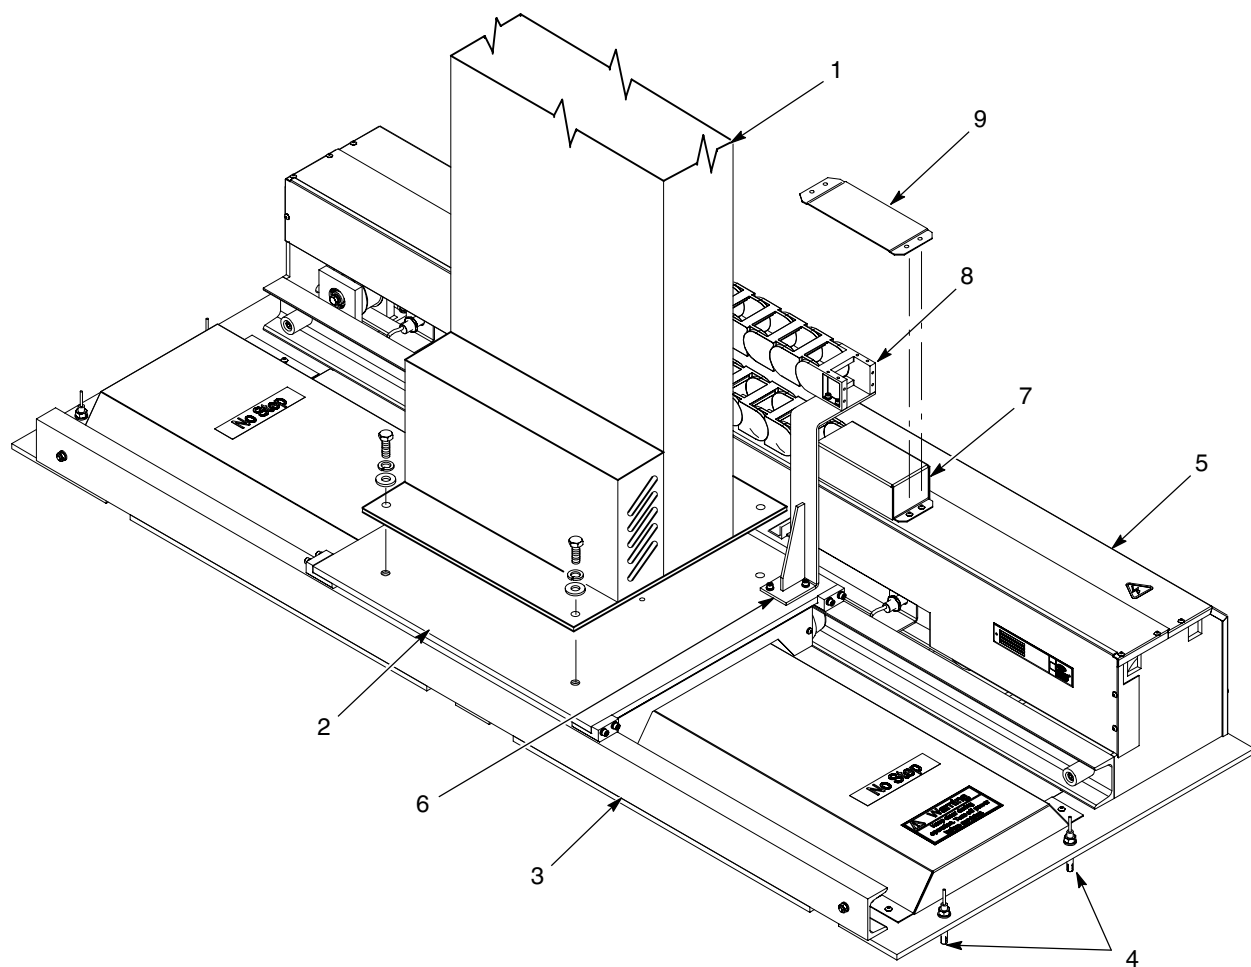
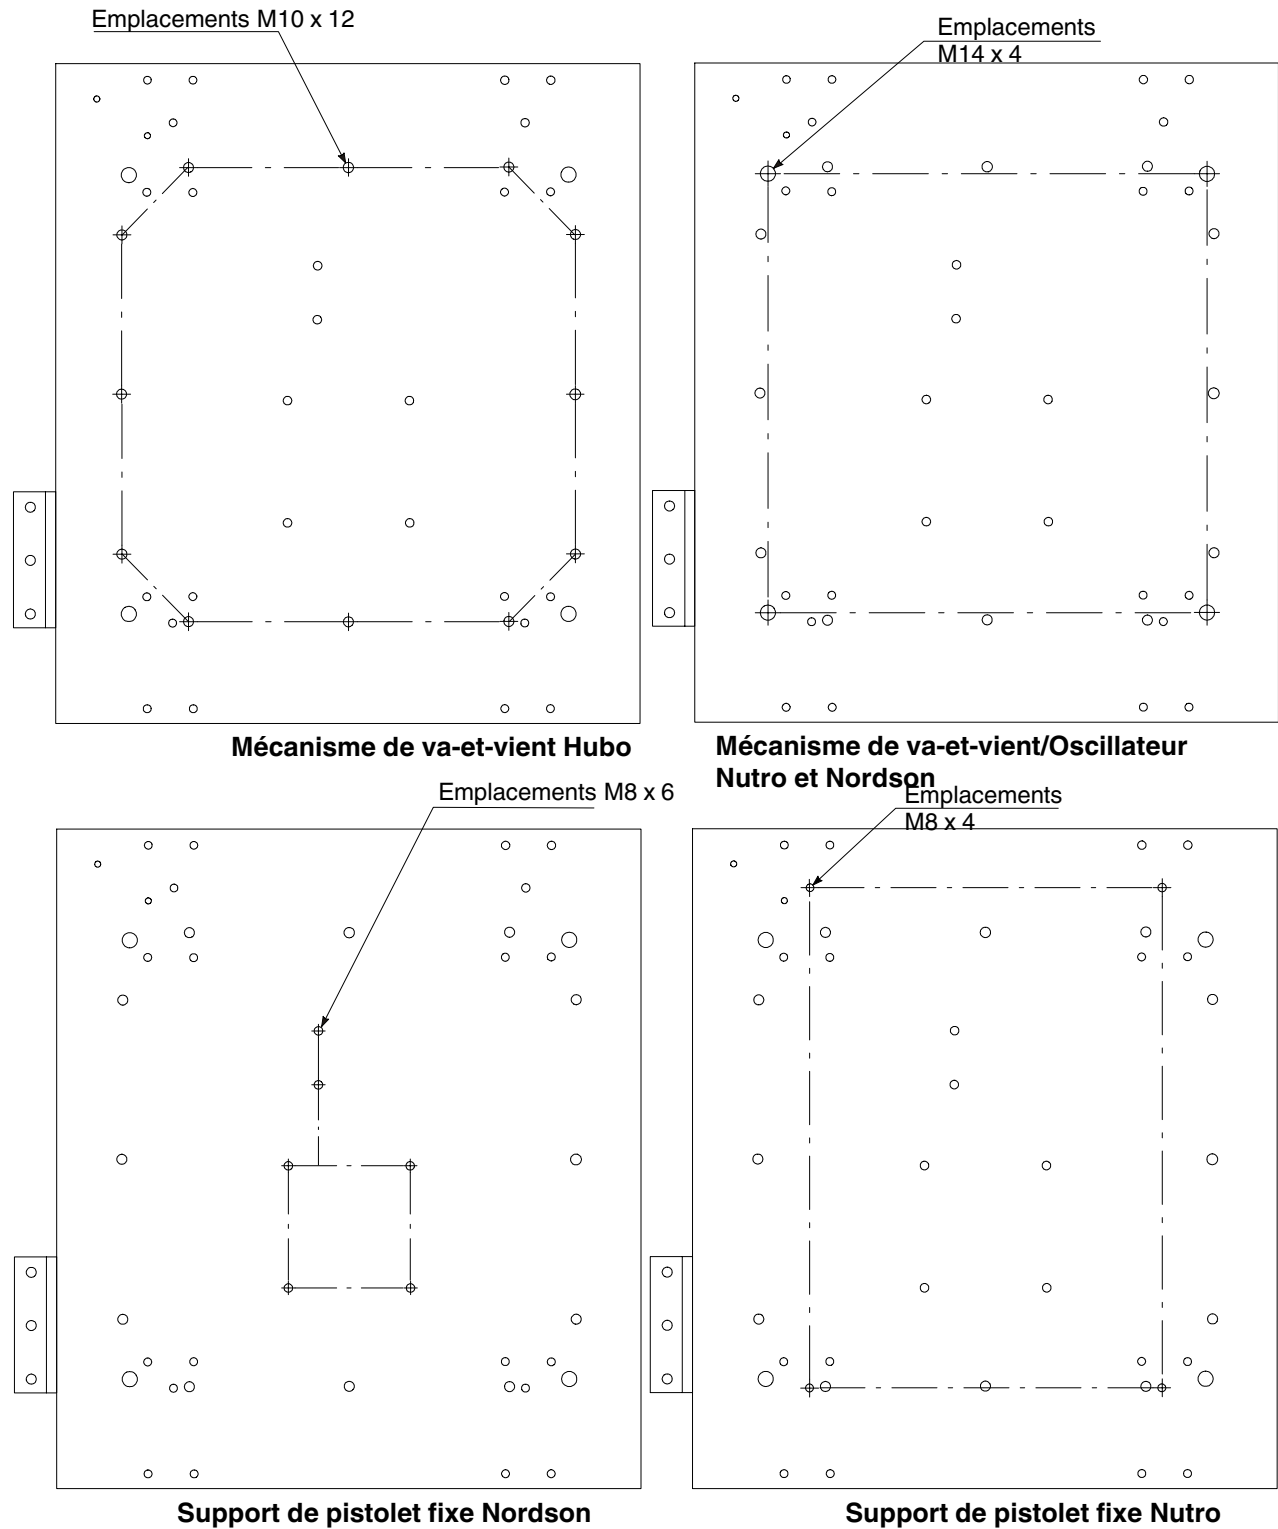

Fig. 4 Installation
Fig. 5 Plans de perçage du chariot
2. Voir les figures 4 et 5. À l'aide d'un équipement de levage approprié, poser prudemment l'oscillateur, le mécanisme de va-et-vient ou le support de pistolet fixe (1) sur le chariot (2) et le fixer à ce dernier avec des boulons à tête hexagonale, de rondelles frein et des rondelles plates de taille appropriée. La figure 5 représente les plans de perçage du chariot pour les différents supports de pistolet fixes, oscillateurs et mécanismes de va-et-vient.
4. Fixer la base du positionneur (3) au sol avec des boulons d'ancrage M10 x 75 (4).
5. Pour protéger le cheminement des câbles de l'oscillateur ou du mécanisme de va-et-vient, installer le porte-câble (8) et le capot (7) sur le positionneur comme suit :
- a. Retirer la plaque de protection (9) du dessus du boîtier de l'entraînement.
- c. Monter la console du porte-câble (6) sur le chariot du positionneur comme illustré, puis boulonner l'extrémité non fixée du chariot à la console.